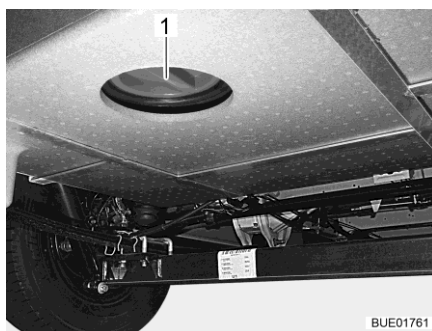

Bild 308 Rengöringsöppning
- Öppna avloppstankens rengöringsöppning (Bild 308,1) och avtappningskranen.